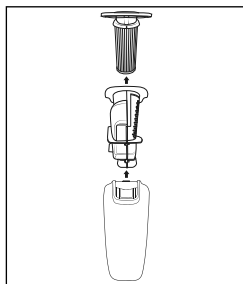

Bild 14
- ◆ Dra sedan först ut HEPA-filtret **20** och därefter grovfiltret **19** ur smutsbehållaren **10** (bild 14). Banka ur båda delarna över t ex en sophink. Vid behov kan du spola av HEPA-filtret **20** med rent vatten. Låt det därefter lufttorka tills det är helt torrt.